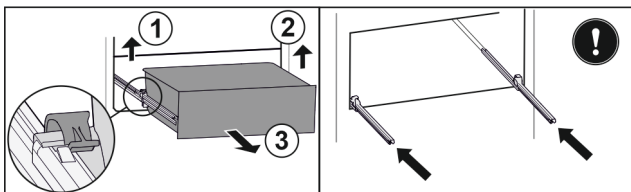

Fig. 103
- ▶ Podignite lijevu stezaljku i istovremeno izvucite ladicu lijevo prema naprijed. Fig. 103 (1)
- ▶ Podignite desnu stezaljku i istovremeno izvucite ladicu desno prema naprijed. Fig. 103 (2)
- ▶ Izvadite ladicu prema naprijed. Fig. 103 (3)